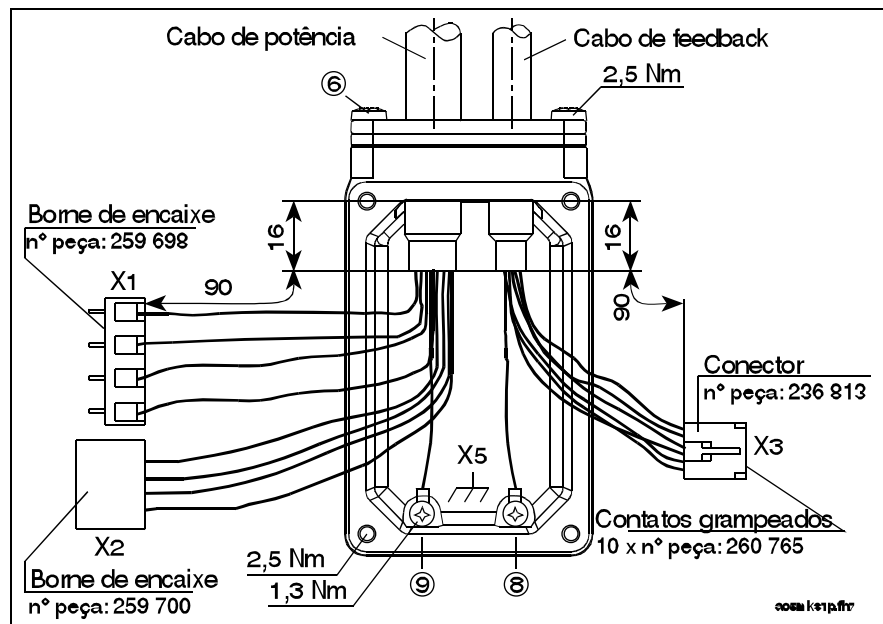

Fig. 13-2: Introdução do cabo de potência e do cabo de feedback
- ⇒ Puxar para trás os cabos até a parte da luva de encolhimento virada para dentro da caixa de ligação medir cerca de 16 mm (ver Fig. 13-2).
- ⇒ Apertar os parafusos (6) com o torque de 2,5 Nm.
- ⇒ Apertar os terminais de cabo (8) e (9) com o torque de 1,3 Nm na tampa da caixa de ligação (1).